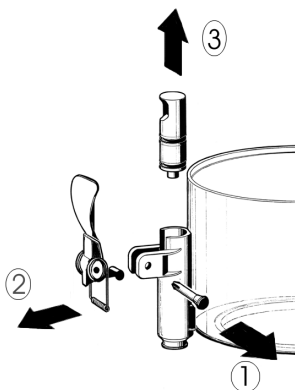

figure 1
- 3 Démontez le robinet selon la séquence indiquée (voir figure 1).
**3** Ré assemblez le robinet sur le conteneur, dans le sens inverse des indications de démontage (voir figure 1).